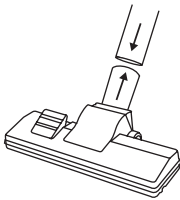

Fig. 4 – Montaje de la boquilla multiuso
- Conecte el tubo de aspiración en la boquilla multiuso, en la boquilla cepillo o en la boquilla para rincones, de acuerdo a como se muestra en la Fig. 4;